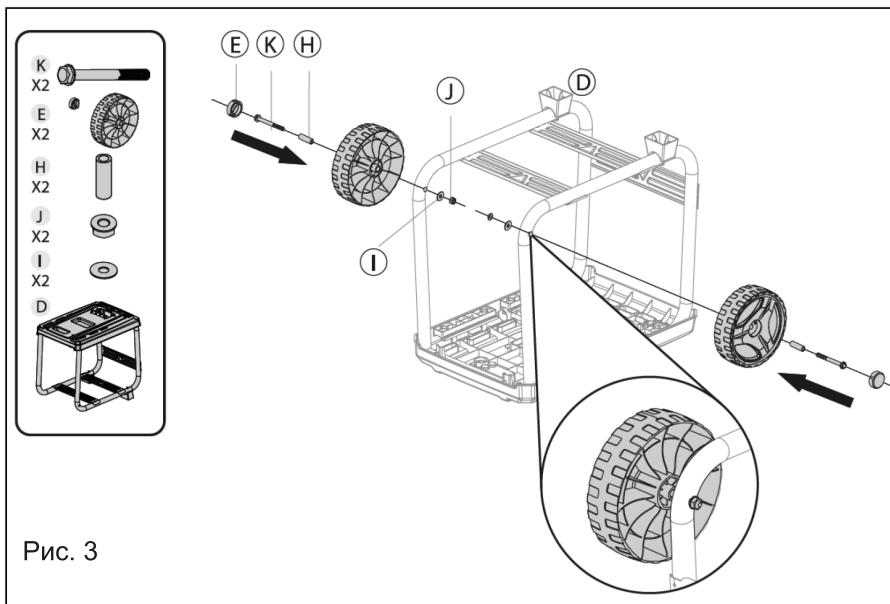

Рис. 3
2. Прикрепите колеса, используя втулки колеса, болты M8x80, гайки M8, шайбы d8 (Рис. 3). Установите на колеса декоративные заглушки.